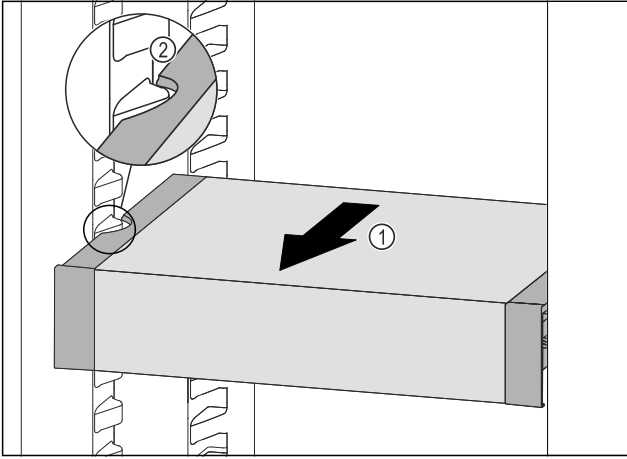

Fig. 97
- VarioSafe çekmecesini, VarioSafe çekmecesinin yandaki boşlukları soğutma bölümündeki yerleştirme çıkıntıları yüksekliğine gelene kadar Fig. 97 (2) öne doğru çekin Fig. 97 (1).